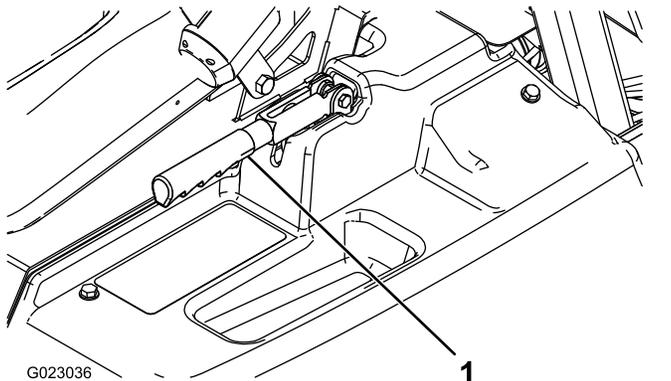

Bild 54
2. Lösen Sie die Stellschraube, mit der das Handrad am Feststellbremshebel befestigt ist (Bild 54).